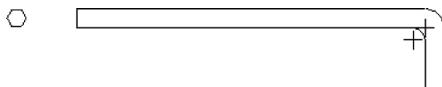

图 3-26 缩放草图
STEP 04 单击“完成”按钮，即可缩放草图，效果如图 3-26 所示。